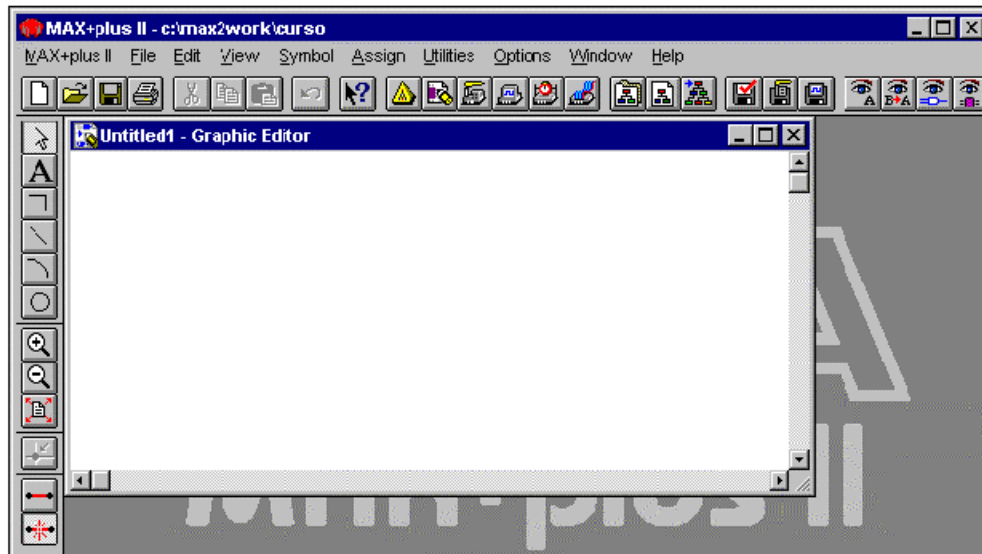

Figura 5
4.2.1 Acione o botão  na barra de ferramentas da esquerda (figura 5);